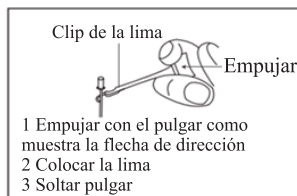

Imagen 6
4.5.5 Recorte la lima con el clip de lima, acérquese al vértice, luego habrá una alarma continua cuando la distancia sea inferior a 2 mm [Imagen 6].